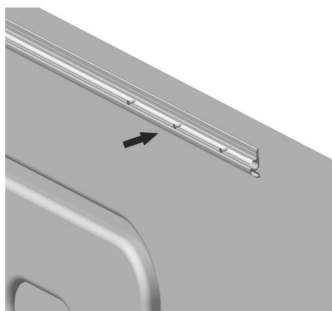
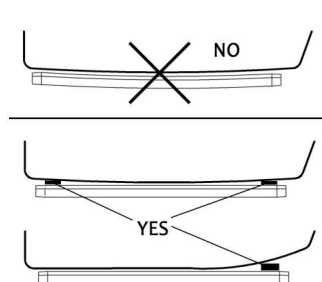

Figure C4
Figure C5
3.1 Retirez le rail en tissu et fixez-le à l'extérieur de la carrosserie du véhicule avec les vis B (Figure C4). Le rail en tissu doit être installé horizontalement, et si ce n'est pas le cas, il doit être mis à niveau (le bloc coussin doit être fourni) (Figure C5). Si la carrosserie du véhicule est préinstallée avec une fente d'insertion de tissu, cette étape peut être omise et le tissu il n'est pas nécessaire d'utiliser le rail.